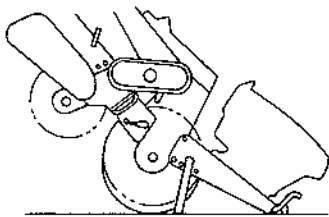

Fig. 7-4
2) Soulever la béquille et pousser la machine en avant pour la décoller du sol. (Voir Fig. 7-4)